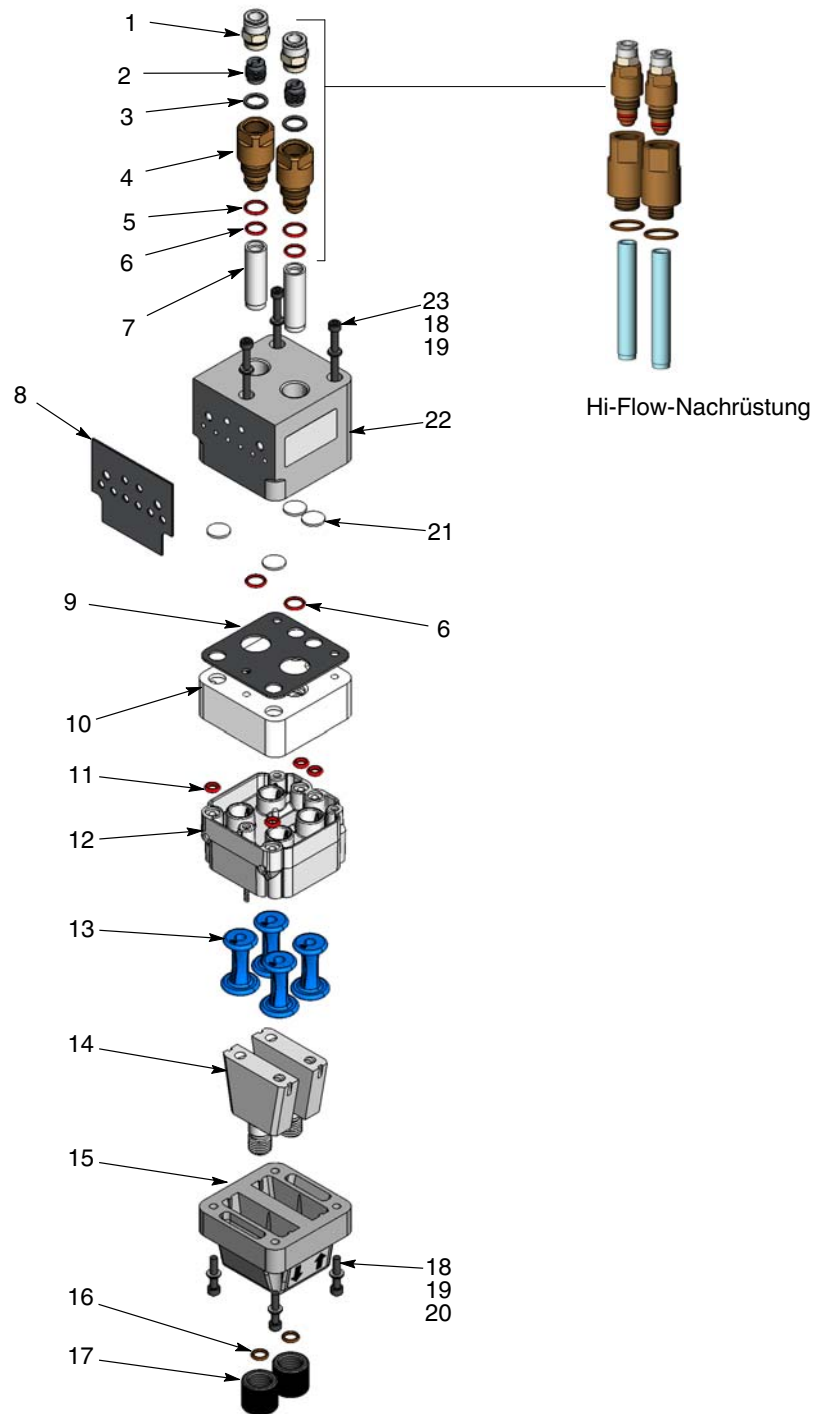

Abbildung 10 Pumpe zerlegen
4. Siehe Abbildung 10. Die Pumpe, beginnend mit den Fluidisierungsrohren, wie gezeigt zerlegen. Aufgeklebte Dichtungen brauchen nur abgenommen werden, wenn sie beschädigt sind.